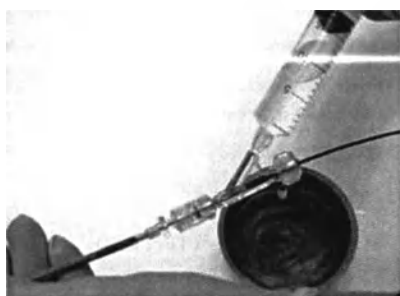

Рис. 4: Промывка Y-образного коннектора
- Плотнo закройте пальцем дистальный конец проводникового катетера, чтобы промыть Y-образный коннектор (при открытом клапане) (рис. 4) и доставляющее устройство (при закрытом клапане) (рис. 5). Убедитесь, что воздух полностью удален из всей системы.